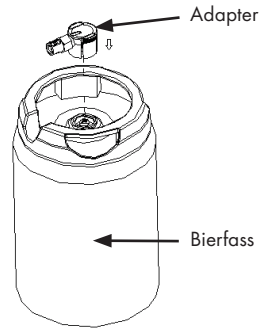
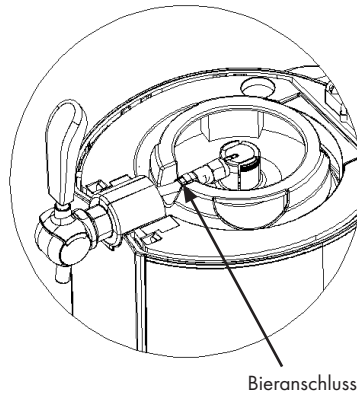

Abbildung 17
Abbildung 19
2. Befolgen Sie die Hinweise auf dem Bierfass, um den im Lieferumfang des Geräts enthaltenen Adapter (das Zapfventil) (siehe Abbildung 17 und 18) zu installieren. Schließen Sie den Adapter an den Zapfanschluss an. Der Bieranschluss ist nun verbunden (siehe Abbildung 19).